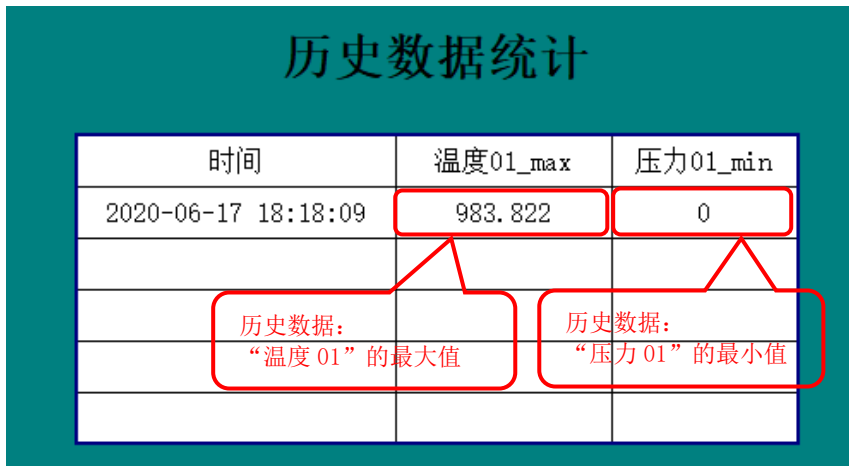

图 5.2-26 工程运行效果
- ⑩ 运行效果展示：将工程下载到 TPC 或直接模拟运行，运行如图 5.2-26 所示：